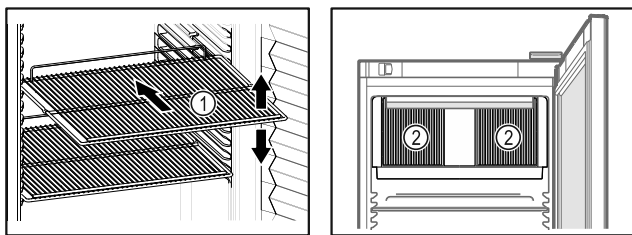

Fig. 30 Ilustrační zobrazení Fig. 31
- Pokud jsou odstavňovací rošty Fig. 30 (1) přemístitelné, přizpůsobte je vždy na danou výšku.